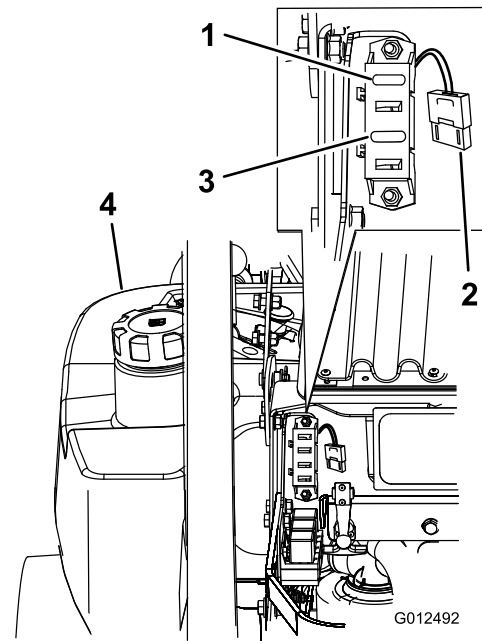

Figura 48
1. Desenganche el capó del motor y levántelo para tener acceso al portafusibles (Figura 48).
3. Instale un fusible nuevo (Figura 48).